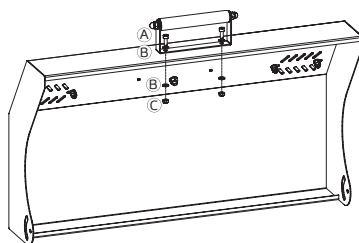

Рис. 32.
14. Прикрутить ручку на крышку (поз. 16), как показано на рис. 32, используя винты (А) — 2 шт., шайбы (В) — 4 шт., гайки (С) — 2 шт.